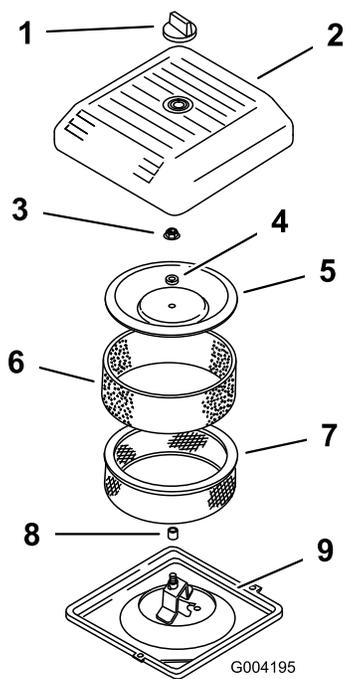

Рисунок 43
3. Отверните ручку и снимите крышку воздухоочистителя (Рисунок 43).
2. Установите узел воздухоочистителя на его основание (Рисунок 43).
3. Установите крышку, проставку и закрепите их гайкой крышки (Рисунок 43). Затяните гайку с моментом 11 Н·м.
4. Установите крышку воздухоочистителя и закрепите ручкой (Рисунок 43).